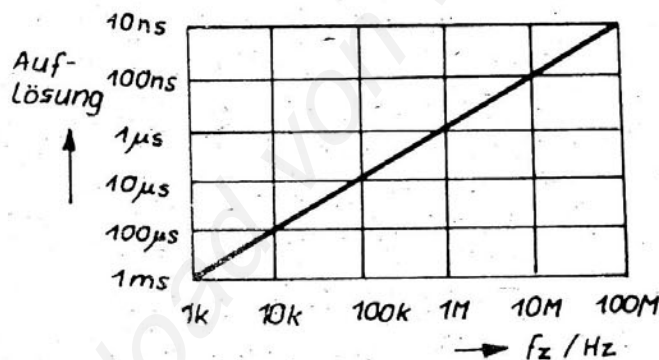

Bild 10: Auflösung bei Zeitintervallmessung
- Taste "Normalfrequenz" (11) lösen, falls Betrieb mit interner Normalfrequenz (Quarzfrequenz  $f_Q$ ) gewünscht ist. Bei Betrieb mit externer Normalfrequenz beachte man die Angaben unter Abschnitt 13.5.4.
- Taste "Fernsteuerung" (10) lösen, wenn kein ferngesteuerter Betrieb erfolgen soll. Bei ferngesteuertem Betrieb beachte man die Angaben unter Abschnitt 13.5.5.
- Schalter "Zählfrequenz" (21) in Stellung  $f_A$  bringen
- Schalter "Torzeit" (20) in Stellung  $\Delta t_{AB}$  bringen
- Zählfrequenz 1 kHz ... 100 MHz mit Schalter "Zählfrequenz" (21) je nach geforderter Auflösung wählen (Bild 10)